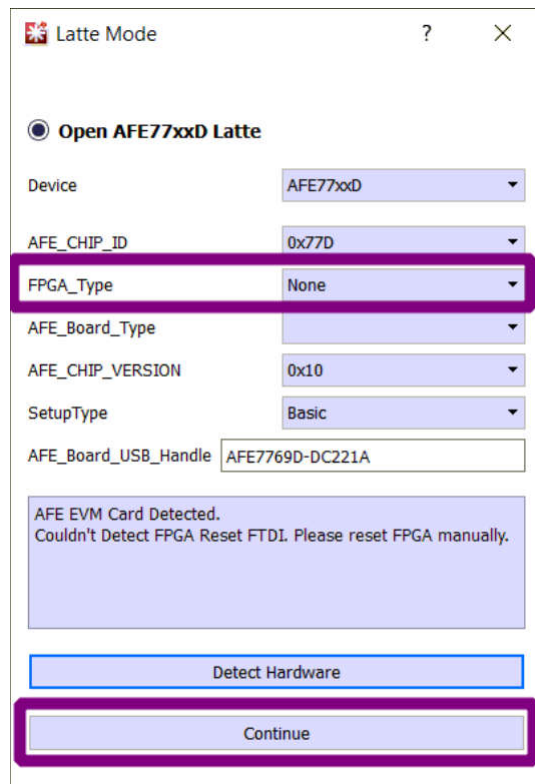

图 4-4. 启动 AFE77xxD Latte GUI
- 启动 TI AFE77xxD Latte GUI 软件，在标题为 “Latte Mode” 的第一个对话框窗口中，确保 “FPGA\_Type” 设置为 “None”，并显示 “AFE EVM Card Detected” 消息。应该会显示 “Couldn't Detect FPGA Reset FTDI.Reset FPGA manually”。然后按 “Continue” 按钮打开 Latte 主 GUI。要正确导航到 “Latte Mode” 窗口，请参阅图 4-4。